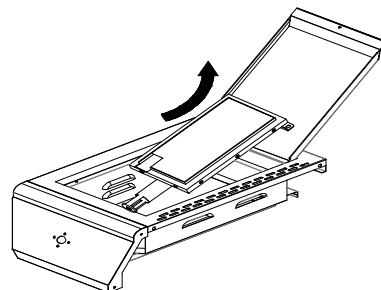

Fig.25
- (b) Enlevez deux vis qui se trouvent sur la face de la valve de commande du brûleur latéral. Insérez la tige de contrôle de valve du brûleur latéral à travers le trou situé dans le panneau de commande du brûleur latéral. Placez la collerette (T) du bouton de commande du brûleur latéral sur la tige de contrôle de la valve du brûleur latéral. Fixez solidement la collerette au panneau de commande et à la valve à l'aide des 2 vis enlevées ci-dessus. Voir la Fig.25.